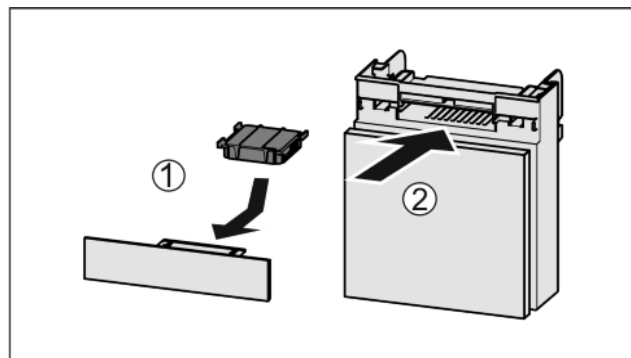

Fig. 34
- ▶ Wkładać Fig. 34 (1) filtr z węglem aktywnym zgodnie z ilustracją.
- ▶ Wsunąć komorę Fig. 34 (2).